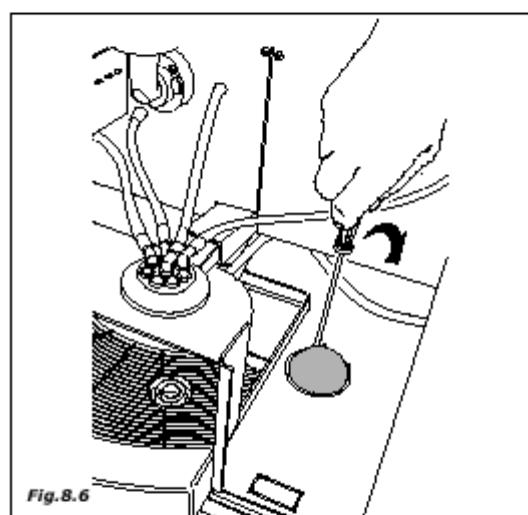

Fig. 8.6
- выньте диск, находящийся в основании автомата, для чего откройте клапаны, которые егодерживают (рис. 8.6).